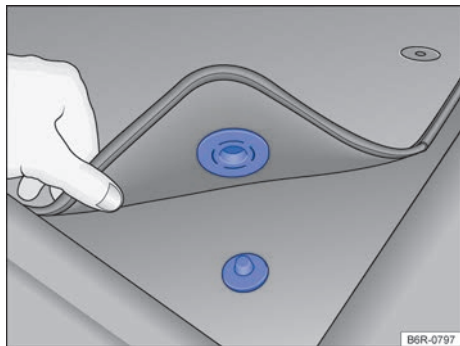

Fig. 1 Alfombra delantera del lado del conductor con fijación al perno de la moqueta.
- ✓ Acomodar bien la alfombra en la zona reposapiés del lado del conductor para que no obstruya la zona de los pedales. Dependiendo de la versión del vehículo, la alfombra delantera del lado del conductor puede tener fijación al perno de la moqueta → fig. 1.